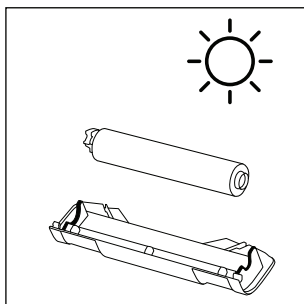

Abb. 37
- ♦ Lassen Sie die Bürstenrolle **6** und den Spritzschutz **7** vollständig trocknen, bevor Sie diese wieder am Gerät anbringen (siehe Abb. 37).